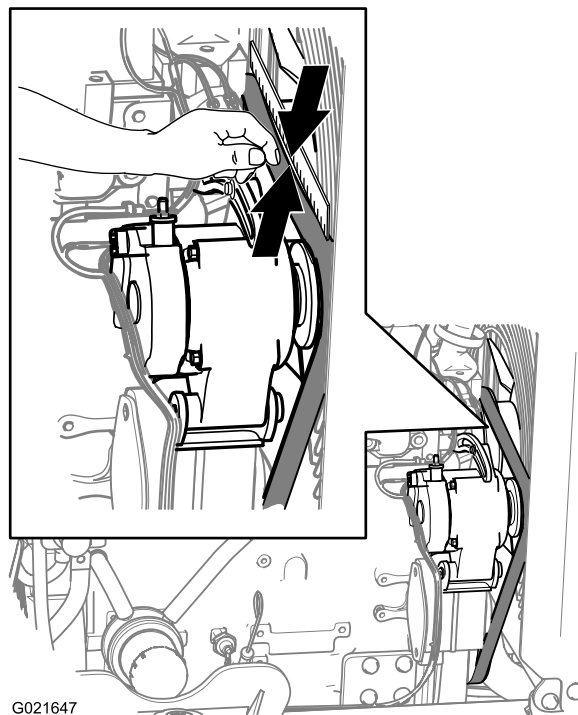

Рисунок 144
3. Осмотрите ремень на наличие порезов, трещин, ослабленных нитей корда, масла, перекручивания или признаков чрезмерного износа (Рисунок 144).
3. Установите проверочную линейку на приводной ремень и шкивы, как показано на Рисунок 144.
4. Нажмите на ремень вниз в точке, расположенной посередине между шкивом вентилятора и шкивом генератора, как показано на Рисунок 144.